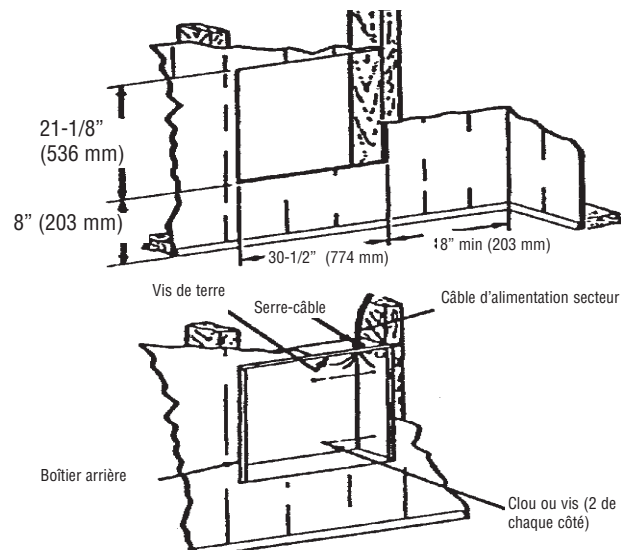

Figure 2 : Positionnement du boîtier arrière dans une construction existante
4. Tirez un câble secteur dans la zone de pastille défoncée à l'angle supérieur droit du boîtier arrière (Voyez la Figure 2). Tout le câblage doit être réalisé en conformité avec les normes électriques nationales et locales. Référez-vous au Tableau 1 pour le calibre correct de fils.
1. Préparez une ouverture murale de 30-1/2" (774 mm) de large sur 21-1/8" (536 mm) de haut à la hauteur de montage voulue, mais pas plus près que 8" (203 mm) du sol ou d'un mur adjacent (Voyez la Figure 2).
- Fixez le boîtier arrière en place avec des vis à bois ou des clous (Voir la Figure 2).